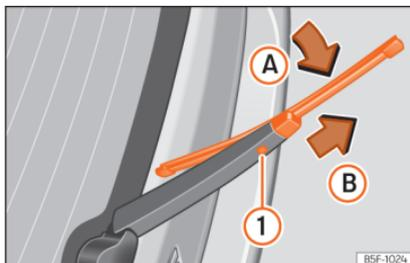

Abb. 81 Scheibenwischerblatt der Heckscheibe auswechseln.
- Scheibenwischerblatt oben in Richtung Scheibenwischerarm » **Abb. 81** (Pfeil **A**) klappen.
- Entriegelungstaste » **Abb. 81** **1** gedrückt halten und gleichzeitig das Scheibenwischerblatt in Pfeilrichtung **B** abziehen. Dies ist wahrscheinlich mit einem größeren Kraftaufwand verbunden.
- Neues Scheibenwischerblatt **gleicher Länge und Ausführung** auf den Scheibenwischerarm entgegen der Pfeilrichtung » **Abb. 81** **B** schieben, bis es einrastet. Dabei muss sich das Scheibenwischerblatt in abgeklappter Position (Pfeil **A**) befinden.